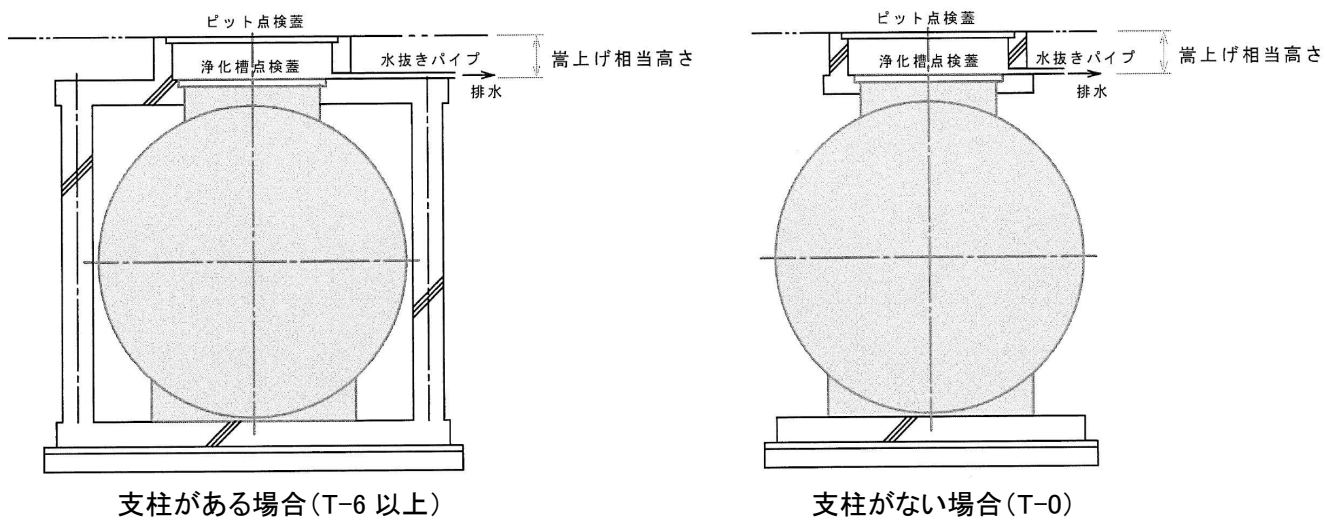

図 20 二重ピットの例
- ・図 20 のように、かさ上げが 300mm を超える場合には、かさ上げ相当高さを二重ピットにします。ピット内は雨水排水パイプを設けてください。